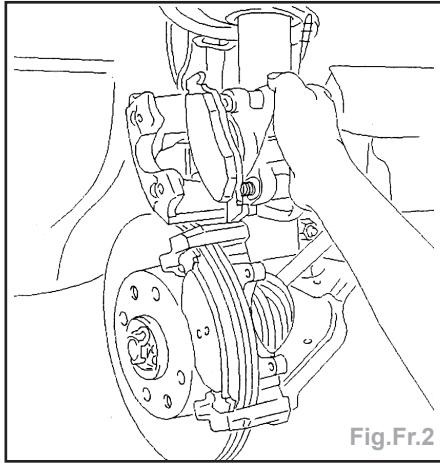

Fig.Fr.2
- Faire basculer l'étrier et déposer les plaquettes de frein (Fig.Fr.2).